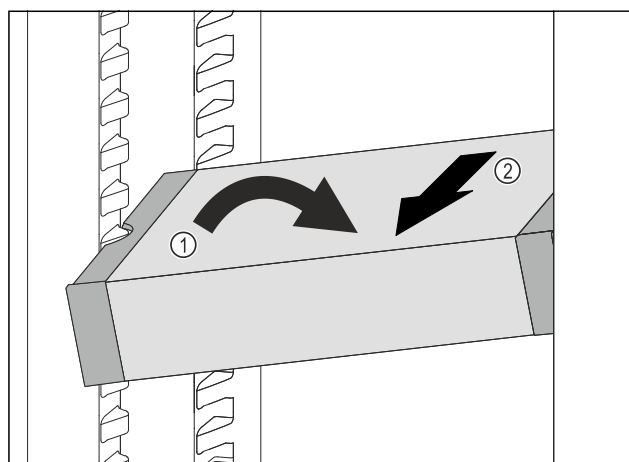

Fig. 138
- Stil VarioSafe på skrå ind i kølesektionen. Fig. 138 (1)
- Tag VarioSafe ud fremefter. Fig. 138 (2)